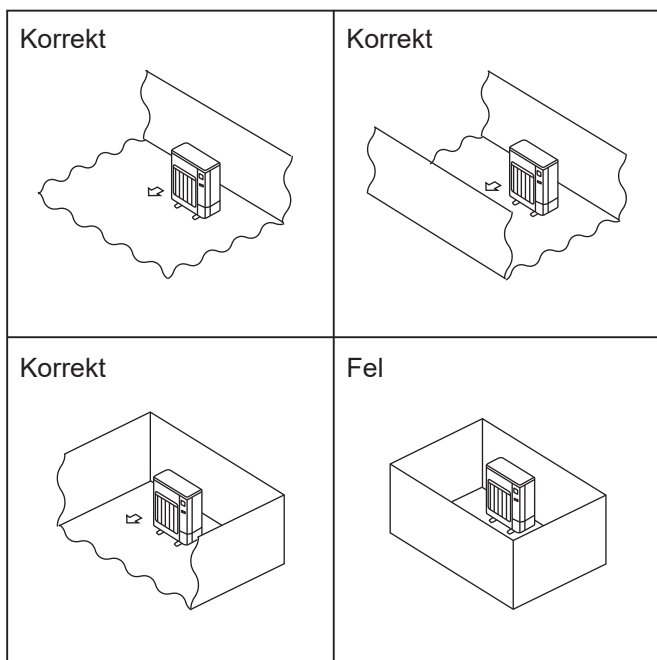

Fig. 2-2
- Ⓞ Installera utomhusenheter på en tillräckligt stor plats där minst en av de fyra sidorna är öppen och det inte finns några nedsänkningar. (Fig. 2-2)